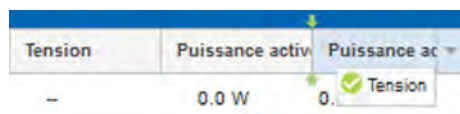

Fig. 96 : Déplacement d'un paramètre
5. Il est possible, si besoin, de sélectionner un paramètre (p. ex. « Courant ») et de le déplacer dans la ligne de titre (Fig. 96).